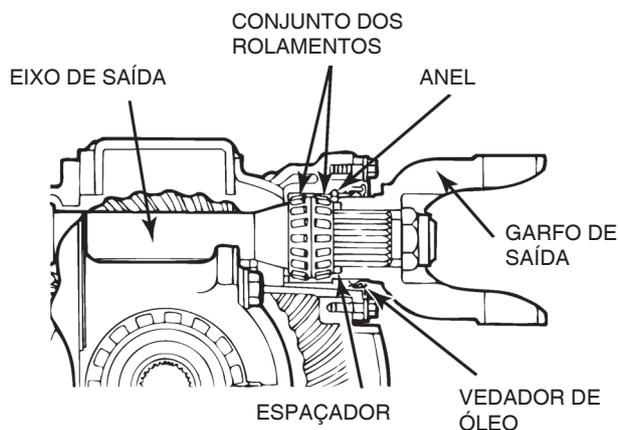

Figura 5.88
1. Aplique óleo lubrificante do eixo nas capas e cones dos rolamentos. Figura 5.88.